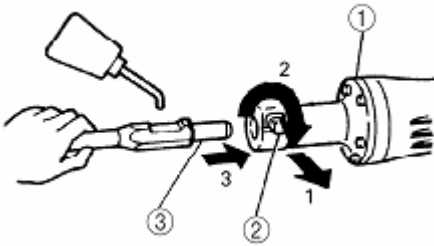
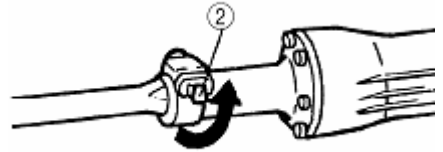

Рисунок 2
Рисунок 3
- 1) необхідно почистити, а потім змазати невеликою кількістю (1-2 г) хвостовик змінного інструменту (3) (дивіться рисунок 2) пластичною змазкою або індустріальним маслом.
- 2) повернути стопорний важіль (2) на 180° за годинниковою стрілкою, одночасно притягаючи його до себе (дивіться рисунок 2).
- 3) вставити хвостовик змінного інструменту (3) у шестигранний отвір в передній частині корпусу виробу (1).
- 4) зафіксувати змінний інструмент, повернувши стопорний важіль (2) на півоберта у вихідне положення (дивіться рисунок 3).